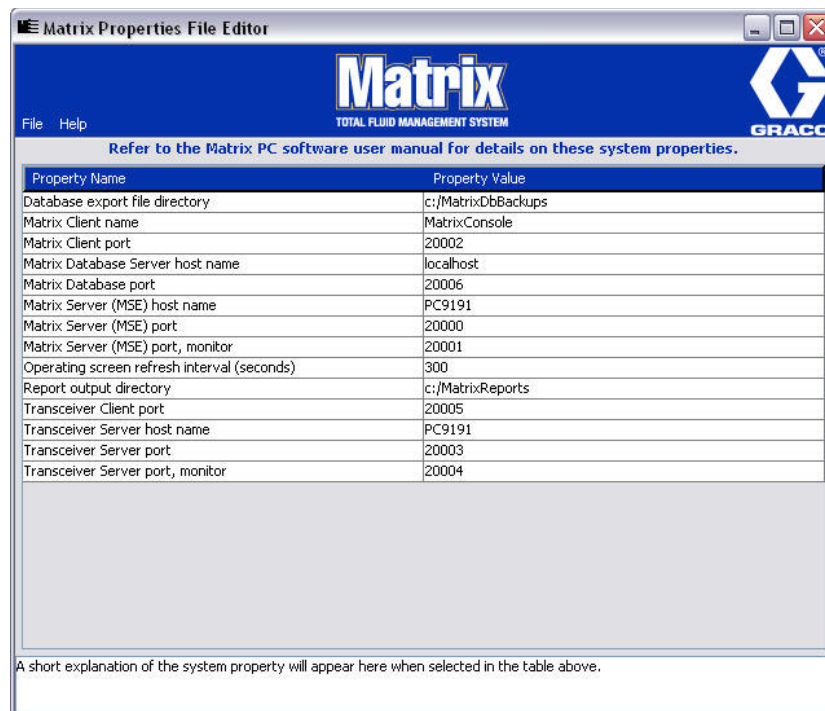

FIG. 23
2. De editor wordt weergegeven als een lijst met 2 kolommen systeemkenmerken, met de namen ervan links en de bewerkbare waarden rechts (FIG. 23). Wanneer u een eigenschap selecteert door er op te klikken, geeft het paneel onderaan het scherm basisinformatie over het kenmerk weer.